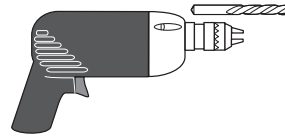

Fig. 3
- Taladro eléctrico y broca de 1/8" de diám. (broca para taladro de mampostería de 5/32" si está instalando en concreto) (Fig. 3).